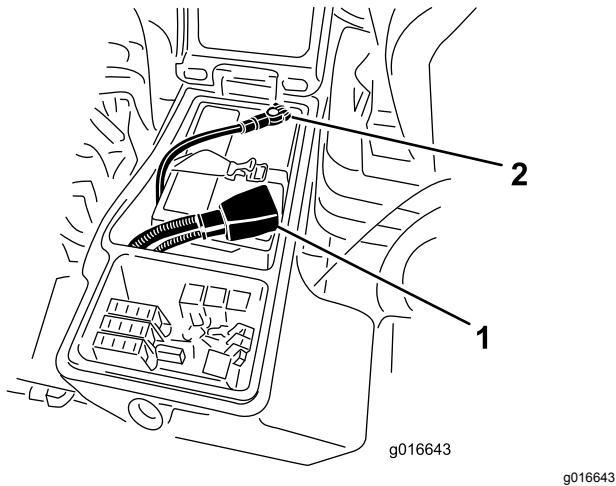

Figura 58
6. Collegate il cavo positivo (rosso) al terminale positivo (+) e il cavo negativo (nero) al terminale negativo (-) della batteria (**Figura 58**).